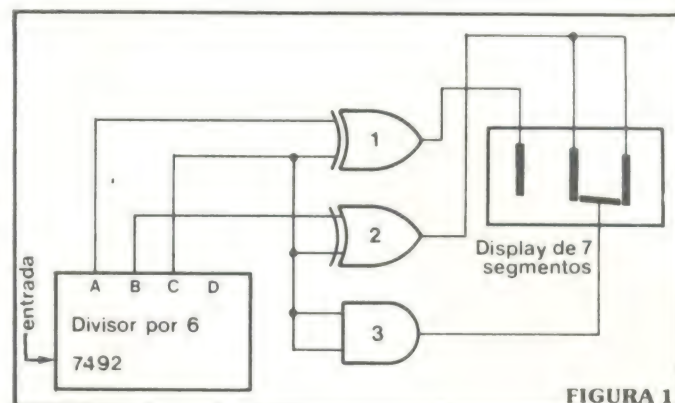
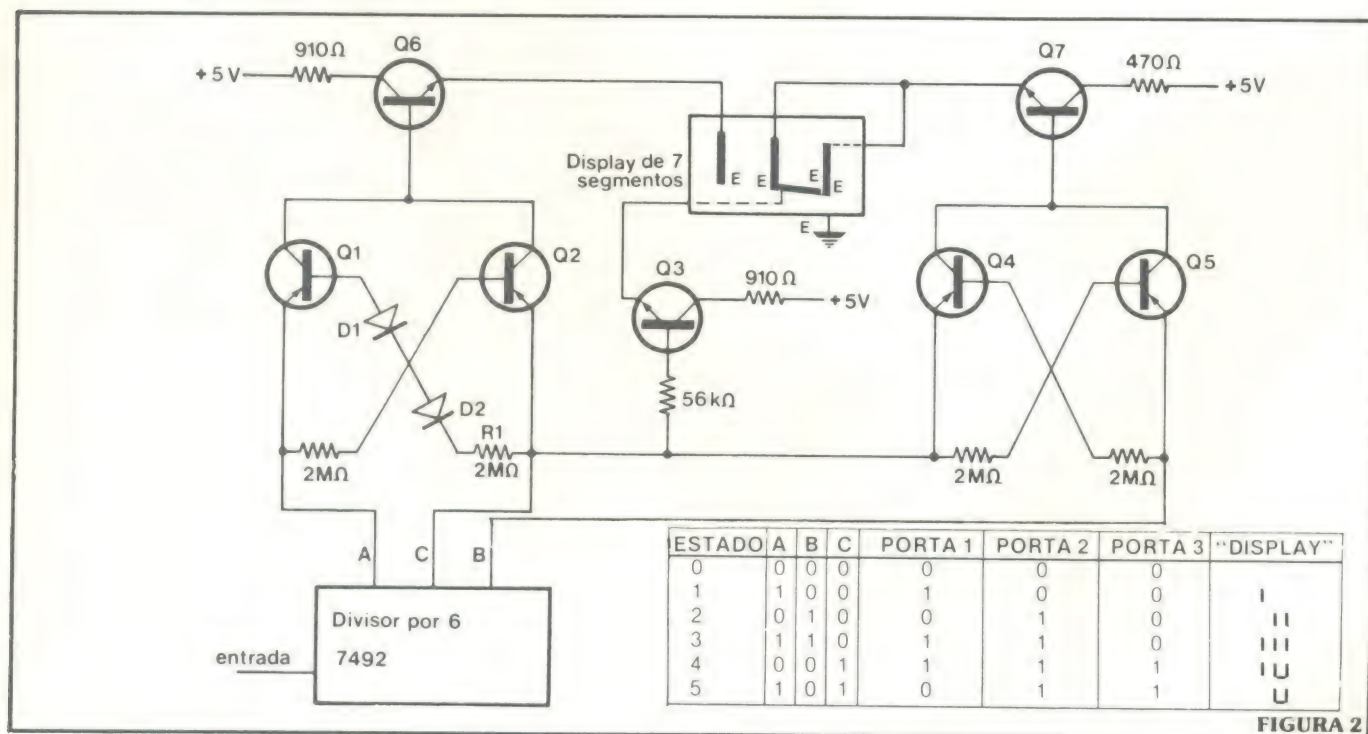

FIGURA 1
FIGURA 2
Fugindo da forma usual de indicação numérica, aqui está um “prático” display, que utiliza os mesmos 7 segmentos das aplicações normais. Os numerais romanos I, II, III, IV e V são facilmente identificáveis, se “deitarmos” o “display”, como se vê na figura 1. O decodificador/“driver” do conjunto, constituído por duas portas OU-exclusivo e uma porta E, pode operar diretamente com saídas tipo BCD.
As portas, mostradas sob a forma de blocos na figura 1, são formadas, na realidade, por transistores (como está representado na figura 2), ligados à saída BCD de um contador, que funciona como um divisor por 6. Assim, Q1, Q2 e Q6 correspondem à porta 1, Q4, Q5 e Q7, à porta 2, e Q3, à porta 3.
Os transistores Q4 e Q5 (figura 1) constituem um oscilador de relaxação, cuja frequência é praticamente proporcional à corrente  $I$  de carga. Se um nível lógico "0" for aplicado à ponta de prova, o transistor Q1 conduz e vai carregar o capacitor C, através do resistor de 220 k $\Omega$ . A corrente resultante  $I_L$  faz com que Q4 e Q5 oscilem a uma baixa frequência, dando origem ao tom de baixa frequência. Um nível lógico "1", por sua vez, vai ativar Q2 e Q3, fazendo com que  $I_H$  passe pelo resistor de 15 k $\Omega$ ; como  $I_H$  é maior que  $I_L$ , o conjunto Q4/Q5 vai osci-
**Ajustando as tensões** — O circuito da figura 1 pode ser modificado pela adição de diodos, de forma a variar a tensão máxima para o som grave, e/ou a mínima tensão para o som agudo. Quaisquer diodos de silício podem ser utilizados. A queda de tensão é de aproximadamente 0,5 V por diodo, com baixas correntes.
Os resistores de carga podem ser variados, de modo a variar o tom dos dois sons emitidos. No circuito da figura 1, a frequência inferior é de 60 Hz, e a superior, de 2000 Hz.
Para modificar a ponta de prova, de forma a adaptá-la a outras famílias lógicas, a tensão das pilhas deve ser mudada. Essa nova tensão deve ser igual a (tensão máx. do nível "0" + tensão mínima do nível "1")/2. Como os valores de tensão em pilhas e baterias seguem uma padronização, esses dois valores precisam ser ajustados por meios de diodos, como mostra a figura 2. Assim, por exemplo, se B1 fosse uma pilha de 2 V (ao invés de 1,5 V), a tensão do nível "0" poderia ser levada até o valor de 0,8 V, conectando-se um diodo em série com a base de Q1 (seria necessário, também, remover um dos diodos da base de Q2, de forma a não mudar o nível "1" da tensão).